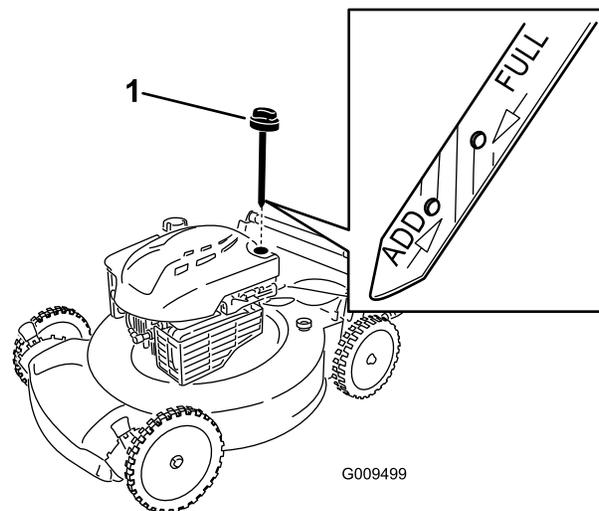

Figure 20
3. Retirez la jauge (Figure 20).
**Remarque:** Si le niveau n'atteint pas le repère **Add** (minimum) de la jauge, versez **lentement** une quantité d'huile suffisante dans le goulot de remplissage et répétez les opérations 8 à 10 jusqu'à ce que le niveau d'huile atteigne le repère **Full** (maximum) (Figure 20).